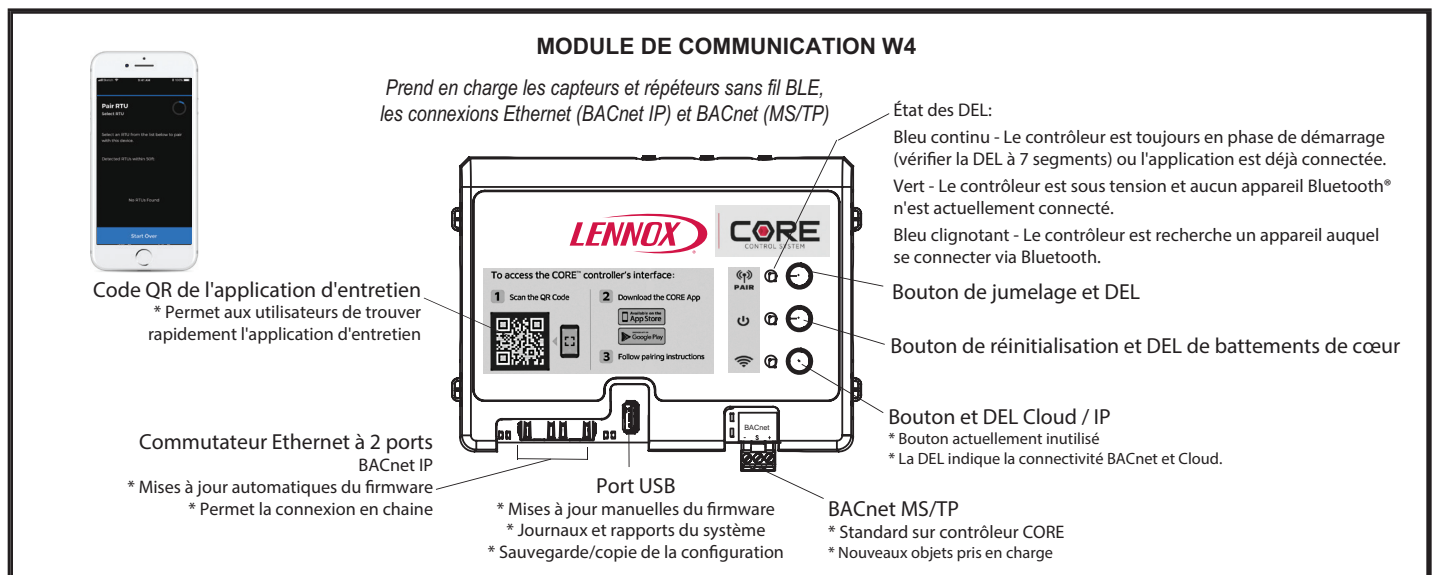

FIGURE 19
- 2 - Appuyer sur le bouton de jumelage et le maintenir enfoncé pendant 5 secondes. Voir FIGURE 19.